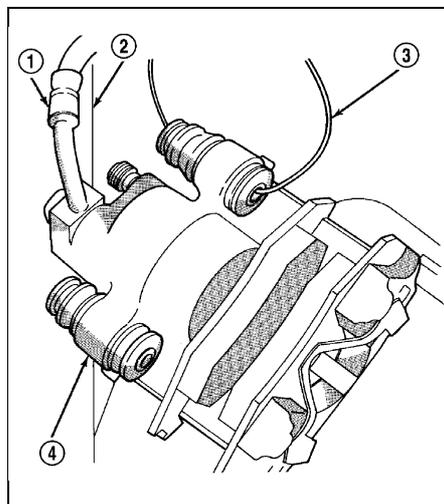

Рис. 15. Подвеска суппорта. 1 - тормозной шланг, 2 - стойка, 3 - подвесная проволока, 4 - суппорт.
(5) Подвесьте суппорт в стороне на проволоке, не натягивайте тормозной шланг (рис. 15).
(6) Выньте из суппорта наружную тормозную накладку, подняв рычагом